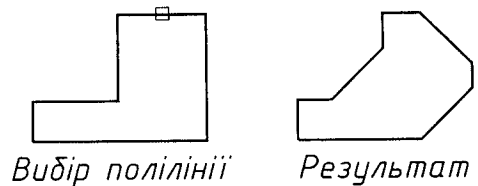

Рис. 4.16
*Опції:* Polyline — використовується при необхідності зняти фаску на всіх вершинах полілінії. Вибір цієї опції ініціює запит Select 2D polyline:, у відповідь на який потрібно вказати полілінію. Лінії фасок стають новими сегментами полілінії. Якщо полілінія містить сегменти, коротші за довжину фаски, то для цих сегментів фаски не будуються (рис. 4.16).